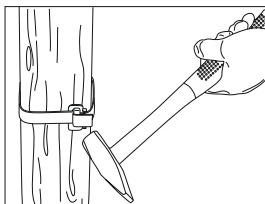
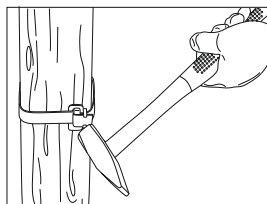

Рисунок 7
Рисунок 8
- при помощи молотка загнуть оставшуюся часть монтажной ленты (рисунок 7) и специальные прижимы на скрепе / бугеле (рисунок 8).